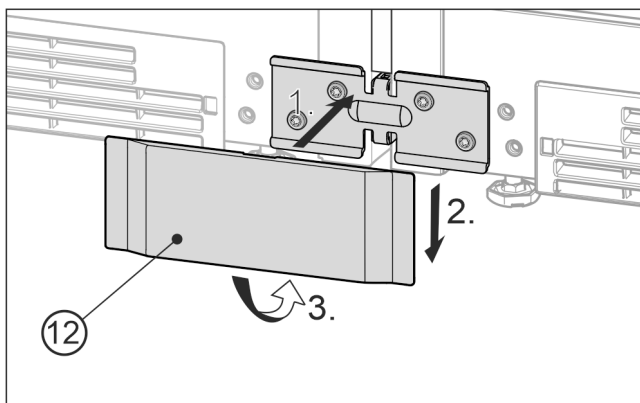

Fig. 25 Beispielhafte Darstellung
- Die untere Abdeckung Fig. 25 (12) von vorne auf den Winkel aufsetzen Fig. 25 (1), runterschieben Fig. 25 (2) und unten einrasten Fig. 25 (3).